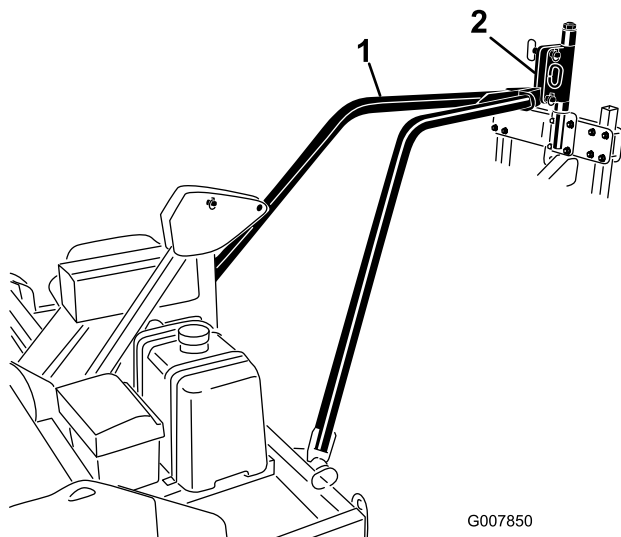

Bild 13
4. Nehmen Sie den Gurt oder das Seil ab und senken Sie die Anbauvorrichtungslatte des Zugarms in die bewegliche Anbauvorrichtung des Aerifizierers ab (Bild 13).